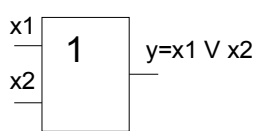

Рис. 155
**2.** Вторая наша логическая функция называется дизъюнкцией, или логическим сложением.  $y = x_1 \vee x_2 \vee \dots \vee x_n$ . Элемент, реализующий функцию дизъюнкции, называется ИЛИ (смотрите рис. 155, 156).